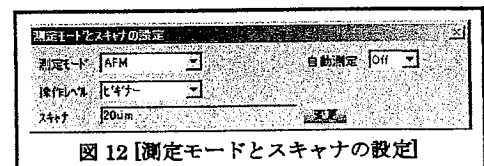

図 12 [測定モードとスキャナの設定]
(3) 必要ならスキャナを交換
(4) [測定モードとスキャナの設定] (図 12) の [測定モード] で「AFM」「FFM」「Current (Nano)」のいずれかを選択
(5) [測定モードとスキャナの設定] (図 12) の [操作レベル] で「ビギナー」「カスタム」のいずれかを選択
(6) [測定モードとスキャナの設定] (図 12) の [スキャナ] で、ユニットにセットされているスキャナに合ったスキャナテーブルを選択
[測定モードとスキャナの設定](図 12)の[自動測定]で、イメージの測定を「自動測定」で行う場合は「On」を、「自動測定」を使用しない場合は「Off」を選択